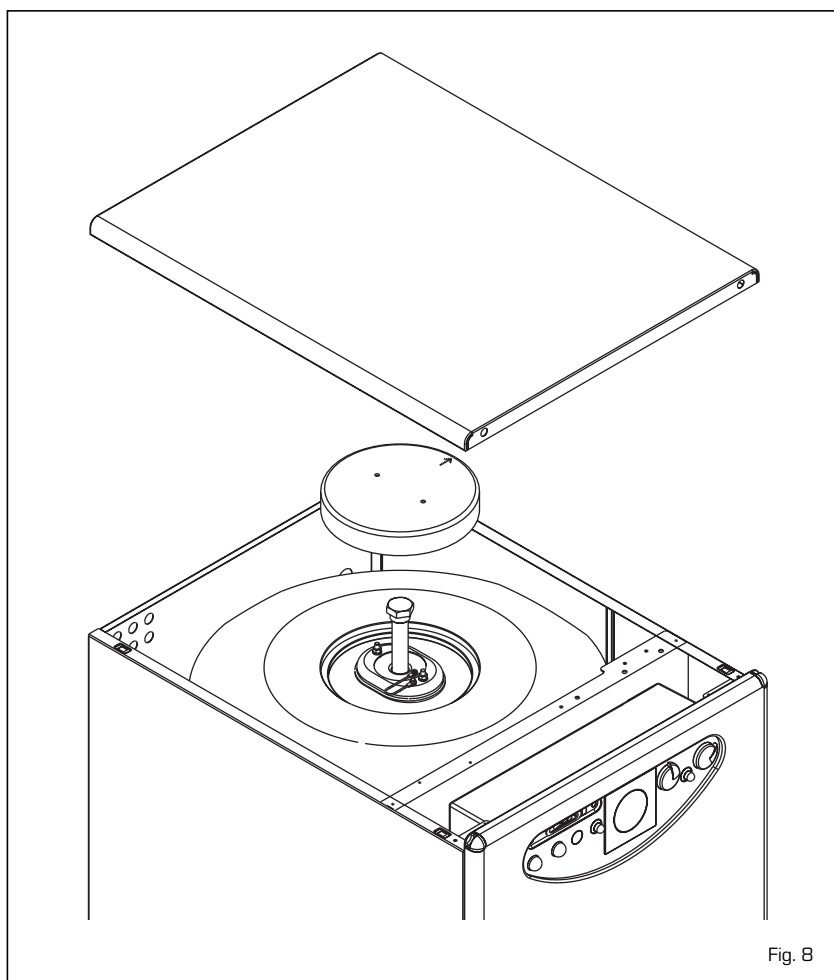

Fig. 8
3.3.2 Anode de protection du ballon (fig. 8)